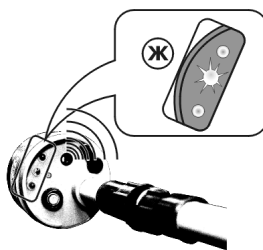

Рис.3 Дежурный режим.
3.3.3 Дежурный режим (см. рис. 3) демонстрирует готовность указателя к проверке наличия или отсутствия высокого напряжения на проверяемых участках электроустановок, где предполагается проводить работы. Дежурный режим обеспечивается кратковременными импульсами световой индикации и звуковой сигнализации с интервалом 3-4 секунды, при этом должен загораться только центральный светодиод с синхронным звуковым сигналом.